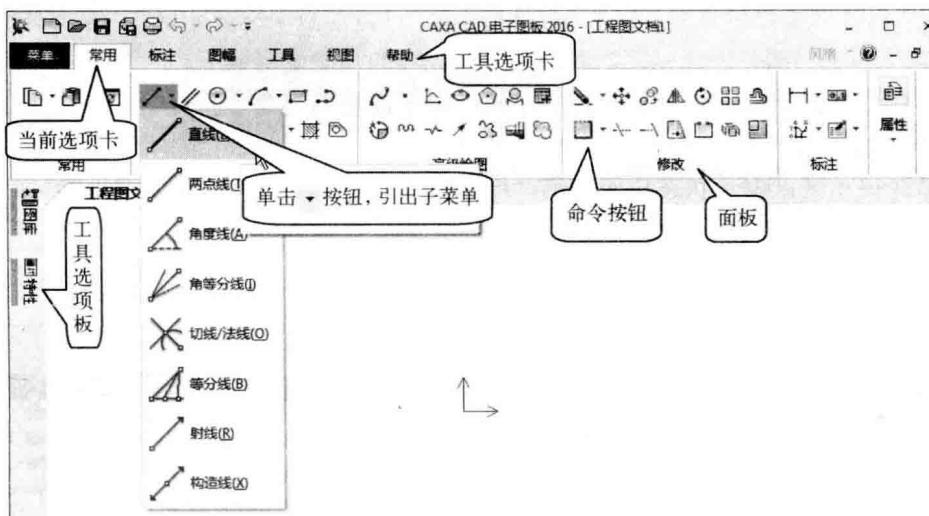

图 1-8 功能区
选项卡模式界面中最重要的界面元素为功能区，使用功能区时无须显示工具栏。功能区由多个工具选项卡组成，而每个工具选项卡又由各种面板组成，如图 1-8 所示。单击要使用的选项卡，可在不同的选项卡间切换。在任何界面元素上右击后，可以在弹出的菜单中打开或关闭功能区。
- 命令按钮：面板由一些命令按钮排列而成，每一个命令按钮都通过图标形象地表示。用鼠标单击某一个按钮，即可调用相应的命令。有的命令按钮旁边有▼按钮，如，表示该命令有子菜单。单击▼按钮，就会引出子菜单，可移动鼠标进一步选取菜单项，如图 1-8 所示。